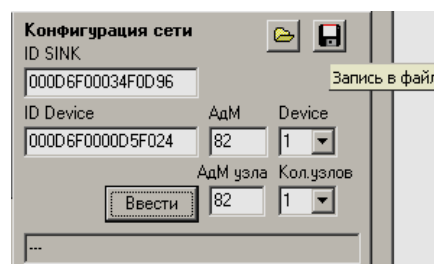

Рисунок 7.53
7.7.6 Нажать на кнопку «Запись в файл» (рисунок 7.53). В результате на экране появится форма, представленная на рисунке 7.54. Ввести имя файла конфигурации сети (например, «A340» - по заводскому номеру системы или комплекса) и нажать на кнопку «Сохранить».